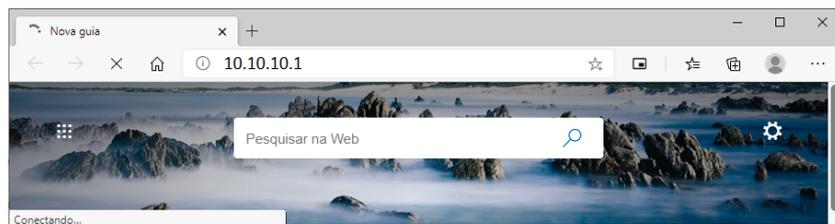

Figura 7.4: Conectando ao WEGscan 1000 via Wi-Fi AP
- Passo 2 (via Wi-Fi AP)** Abra no computador um navegador web. Digite o IP padrão do Wi-Fi AP, **10.10.10.1**, na barra de endereços, conforme a Figura 7.4.